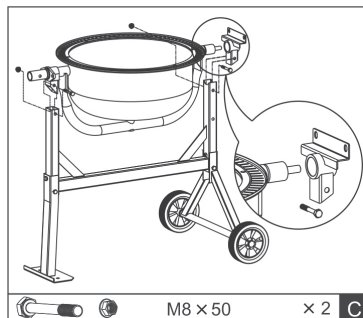

Fig.7
4. Schuif het lager op de as van de trommel en zet het vast met de spiraalring. Plaats het onderste deel van de trommel in het trommelframe (per paar). Het langere uiteinde van de schacht wijst naar de basis. Bevestig de trommel aan beide zijden met een M8x50 bout en moer (C). Draai de schroefverbindingen vast. Zie Fig. 7.